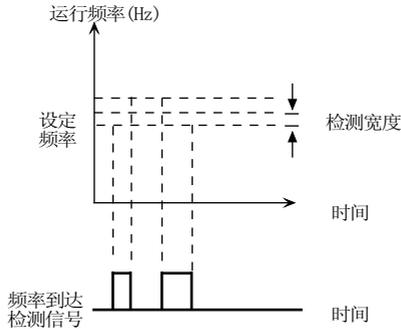

图 5-3-8 频率到达检测
- ◆ 输出频率到达设定频率值时，此功能调整其检测宽度，调整范围为设定频率值的0~±10.00Hz。当变频器的输出频率在设定频率的正负检出宽度内时，指定端子输出有效信号，如图5-3-8所示。